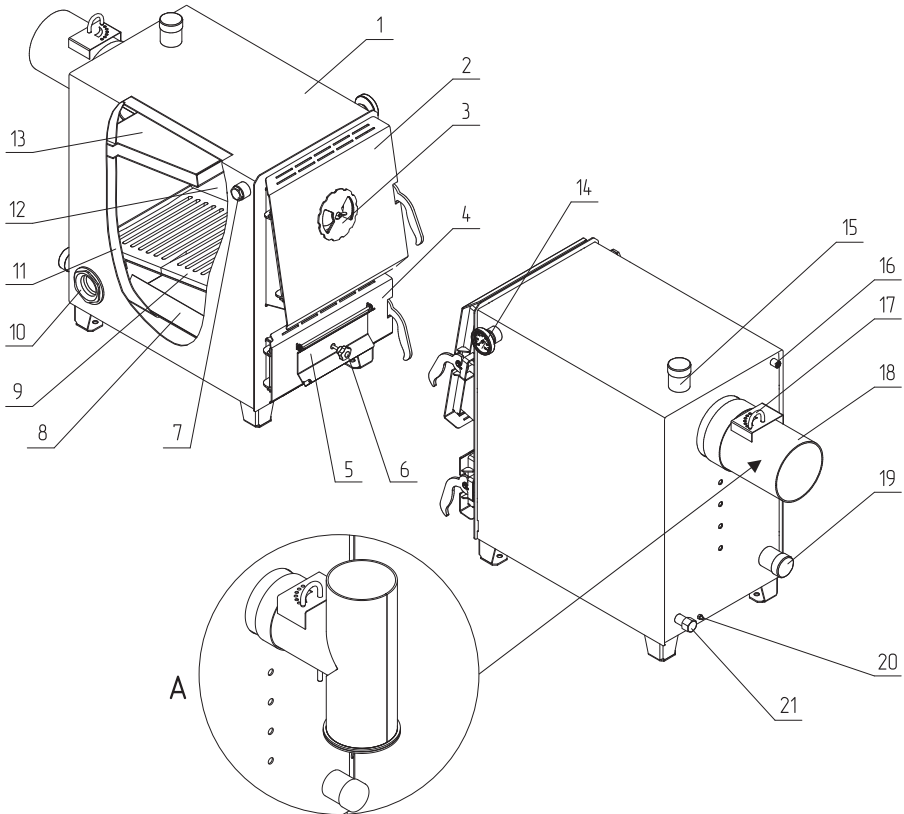

Рис. 1 Устройство котла ZOTA Енисей
- Эксплуатировать котел без установленного зольного ящика (**Рис. 1, поз. 8**);